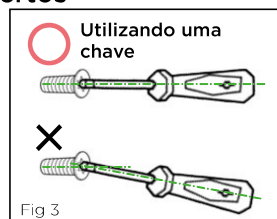

Fig. 3
- Ao usar a chave, alinhe-a ao eixo do parafuso e pressione enquanto gira. (Fig. 3)